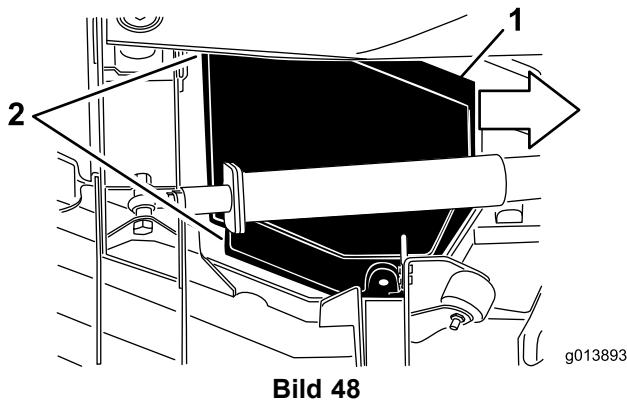

Bild 48
- Schieben Sie die Abdeckung beim Anheben ungefähr 2,5 cm zur Zugmaschine, um die äußere Abdeckungskante vom Mähwerk auszuhaken (Bild 48).